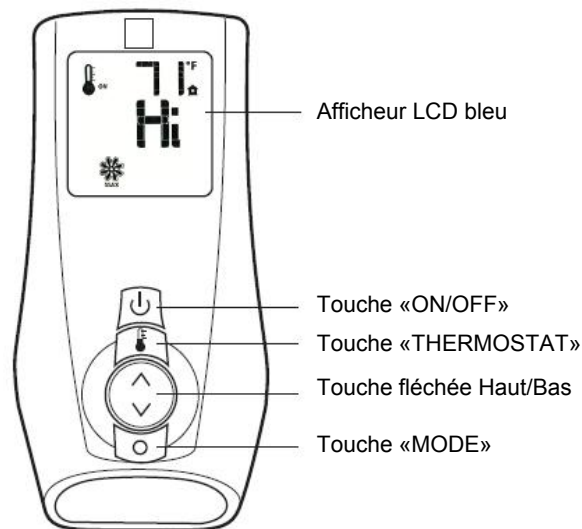
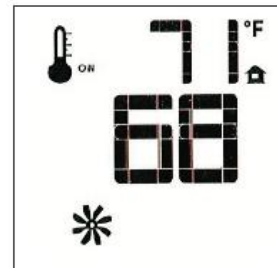

Figure 40. Touches fonction de l'émetteur de télécommande.
Figure 52. Mode «Ventilateur»
L'émetteur de télécommande est doté de touches fonction simples et d'un afficheur informatif. Voir fig. 40.
■ Pour activer cette fonction, appuyez sur la touche «Thermostat» (Fig. 40). L'afficheur indiquera que le thermostat ambiant est activé («ON») et le réglage de température actuel est maintenant affiché. Fig. 48.
- La vitesse du ventilateur peut être ajustée à six niveaux de réglage. Pour activer cette fonction, appuyez sur la touche «Mode» (Fig. 40) pour faire apparaître l'icône de contrôle du ventilateur. Voir fig. 52.